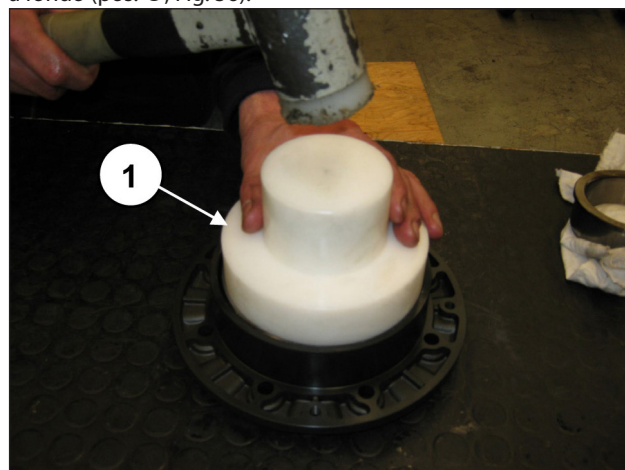
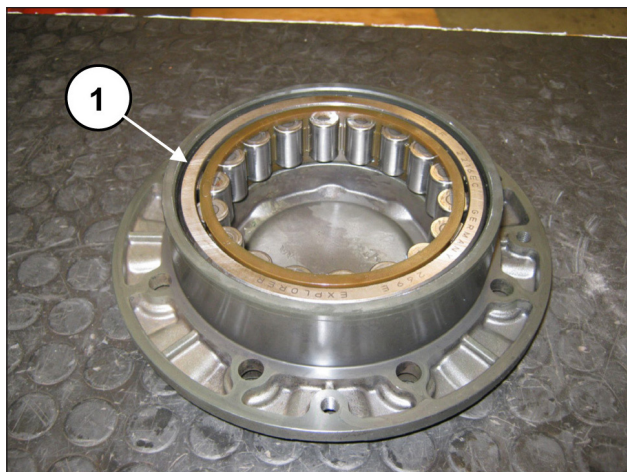

Fig. 55
Fig. 56
Repetir la operación en la tapa del cojinete para premontar la anilla externa del cojinete del eje acodado utilizando la herramienta cód. 27605000, (pos. ①, Fig. 55) para introducirla a fondo (pos. ①, Fig. 56).